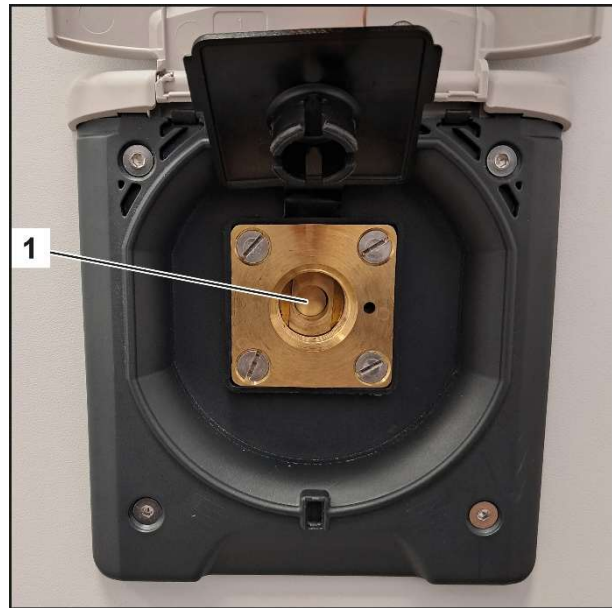

Fig. 12
3. Raccordez un adaptateur approprié (Fig. 13/1) sur le raccord de remplissage (Fig. 12/1). Pour éviter toute infiltration d'impuretés dans l'installation, ALUGAS recommande l'utilisation d'adaptateurs avec filtres frittés.